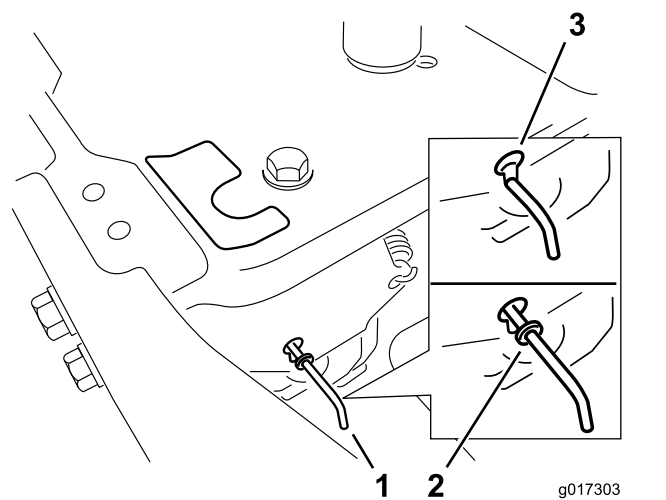

Figura 19
Spostate indietro le leve di bypass attraverso il foro della chiavetta, quindi verso il basso per bloccarle in posizione, come illustrato in Figura 19.
- Spostate in avanti le leve di bypass attraverso il foro della chiavetta, quindi verso il basso per bloccarle in posizione (Figura 19).